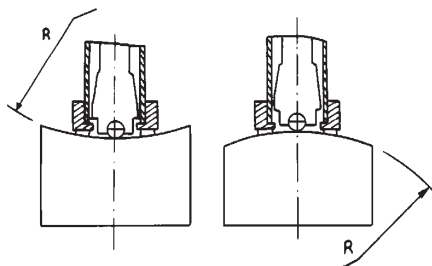

Figura 2
- Superfici curve: la condizione di misura ottimale è sulla superficie piana. Quando il raggio di curvatura è inferiore a 30mm, utilizzare l'apposito anello adattatore, vedi figura 2.